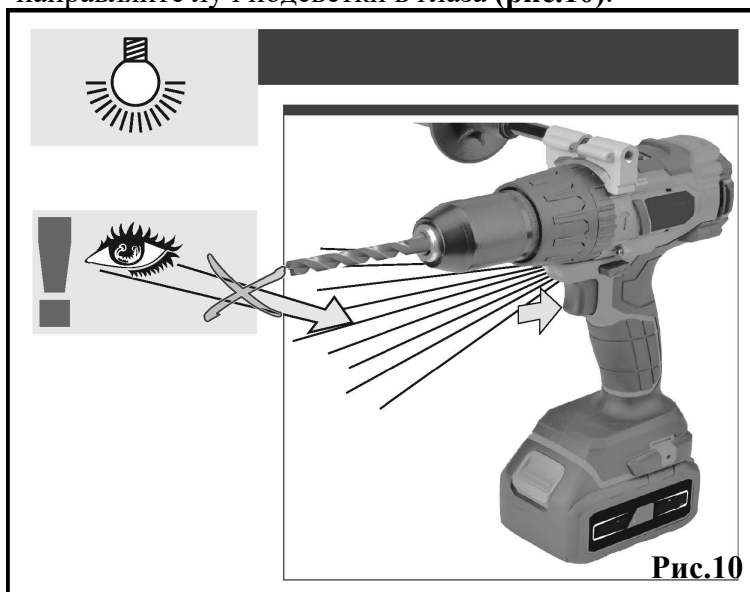

Рис.10
- проверить работоспособность подсветки LED. При установленном аккумуляторе (не входит в комплект изделия) нажать на выключатель 1 (рис.1 и рис.10) лампа подсветки 2 должна загореться, при отпускании выключателя 1 лампа 2 должна погаснуть. Не направляйте луч подсветки в глаза (рис.10).
Рис.10а
Рис.10б
Рис.10с
Установите муфту выбора режима работы 9 в режим «Шуруп» совместив со стрелкой на корпусе редуктора (рис.10а.) С помощью муфты регулировки крутящего момента 4 выберите крутящий момент затяжки. Вставьте отверстие биты в головку винта и надавите на инструмент. Включите шуруповерт на медленной скорости, затем постепенно увеличивайте её. Отпустите клавишу выключателя, как только сработает сцепление.